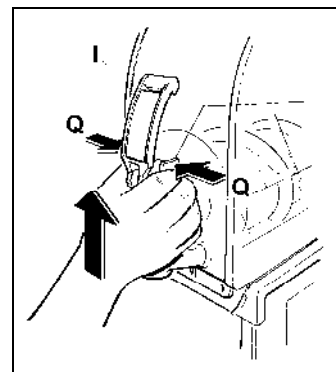

Fig. 16
- Premere contemporaneamente sulle due alette di blocco Q e sollevare il rubinetto I per estrarlo dalla propria sede (vedi fig.16).